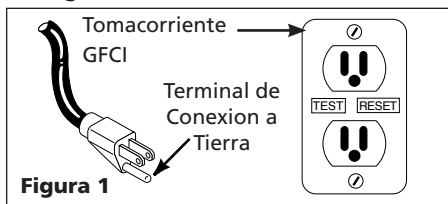

Figura 1
11. Esta bomba es sólo para usar con 120 voltios (monofásico) y está equipada con un cable trifilar y un enchufe de conexión a tierra de 3 clavijas aprobados, como se muestra en la Figura 1.
Para reducir el riesgo de choque eléctrico, el motor debe asegurarse y conectarse a tierra adecuadamente. Esto se puede lograr introduciendo el enchufe de corriente de la bomba directamente en un receptáculo adecuadamente instalado y conectado a tierra con 3 clavijas (GFCI), (como se muestra en la figura 1).